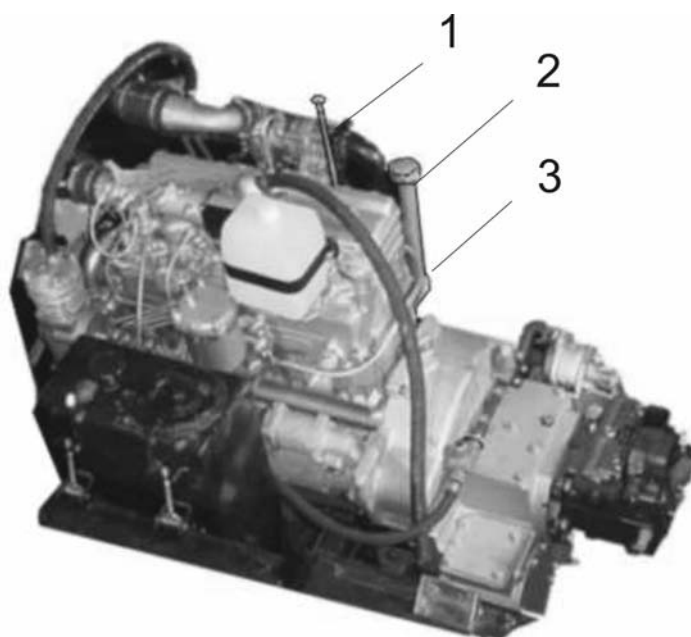

Рисунок 7.1 – Проверка уровня масла в картере двигателя
- вынуть масломер 1 (рисунок 7.1), который расположен на блоке цилиндров с правой стороны, протереть его насухо;